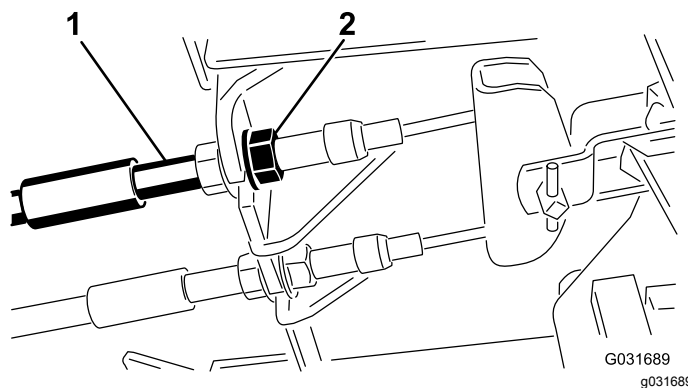

**Bild 82**
Stellen Sie die Bremsen ein, wenn das Bremspedal mehr als 2,5 cm Spiel hat, oder wenn die Bremsen nicht mehr gut genug greifen (**Bild 82**). Als Spiel gilt die Entfernung, die das Bremspedal zurücklegt, bevor ein Bremswiderstand spürbar ist.
2. Ziehen Sie die hintere Mutter an, um den Zug nach hinten zu bewegen, bis die Bremspedale ein Spiel zwischen 6,3 mm und 12,7 mm haben, bevor die Radsperre auftritt (**Bild 82**).